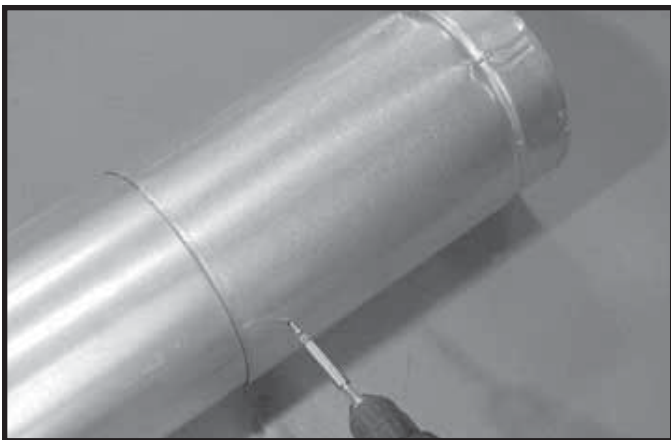

Fig. 10.4 Skruer inn i glidedelen
- Fest rørdelen og glidedelen med to skruer på maks lengde 1,3 cm ved å benytte pilothullene i glidedelen. Se Fig. 10.4.